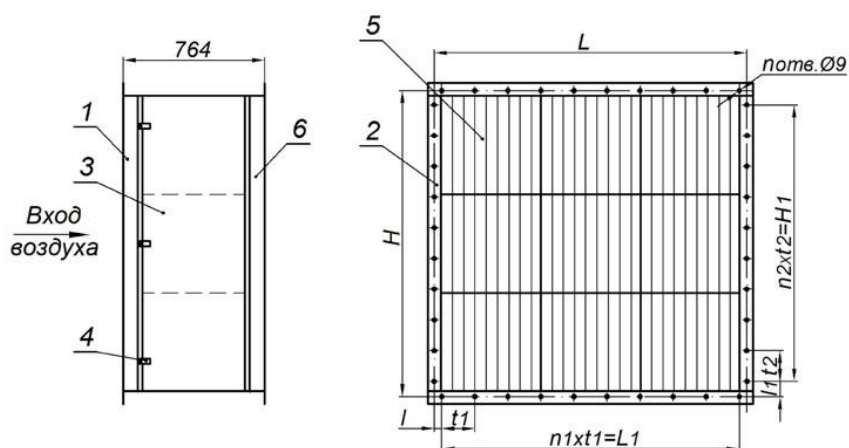

Рис.2 Схема секции карманного фильтра
В процессе эксплуатации фильтров (рис. 2 и 3) следует контролировать их аэродинамическое сопротивление по показаниям манометра, присоединенного к штуцерам (6) секции СКФ.